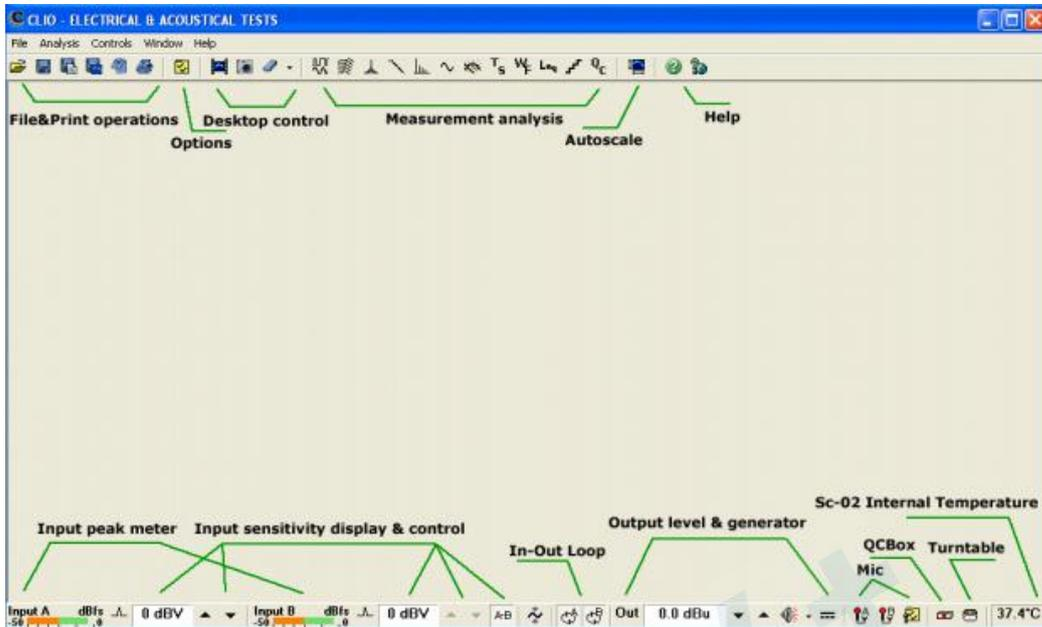

图4-2
1) CLIO 操作主界面由主菜单，主工具栏（如图4-2上半栏）和硬件控制栏（如图4-2下半栏）三大部分组成。
2) 工具栏和硬件控制栏由不同的功能区组成见图4-2的标注，所有的测量均可通过操控这两个工具栏实现，下半栏可以通过设置移到上半栏：